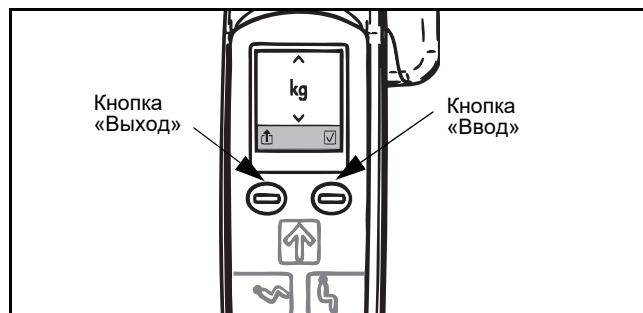

Рис. 72
- 3) Нажмите кнопку «Ввод» для получения доступа к настройке единиц измерения. Значок весов в центре экрана сменится на обозначения единиц измерения: kg (кг) или lb (фунты) (см. Рис. 72).